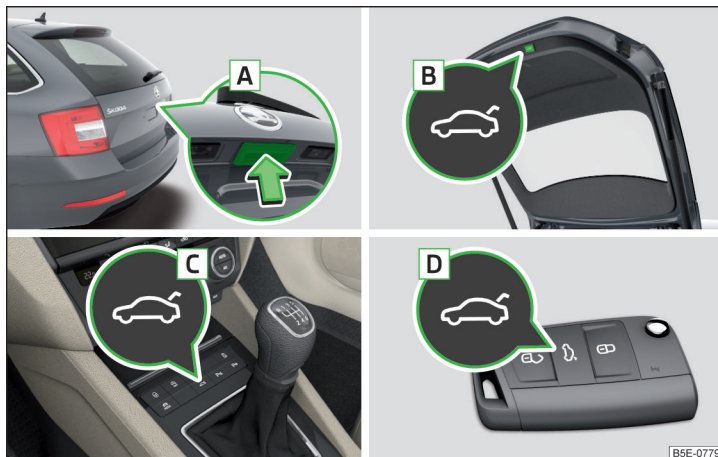

Fig. 55 Actionnement du capot
- ▶ En appuyant sur la poignée **A** » fig. 55.
- ▶ En appuyant sur la touche **B** » fig. 55.
- ▶ Appuyez sur la touche de fonction correspondante **B** » fig. 55 à la page 69 jusqu'à entendre un signal sonore.
Le capot ne réagit à aucun signal d'ouverture	Enlever l'obstacle éventuel (par ex. neige), ouvrir à nouveau le capot » page 69 Appuyer sur la poignée A » fig. 55 à la page 69 et tirer le capot vers le haut